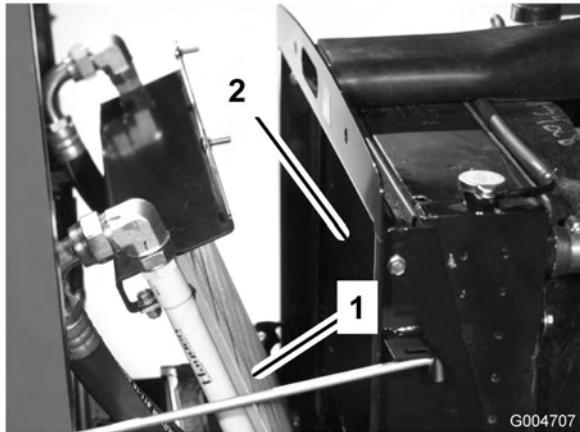

Figura 62
3. Gire el enfriador hacia atrás. Limpie a fondo ambos lados del enfriador de aceite y la zona del radiador (Figura 62) con aire comprimido. Empezando en la parte del ventilador, sople los residuos hacia la parte trasera. Luego, limpie desde atrás, soplando los residuos hacia adelante. Repita este procedimiento varias veces hasta eliminar todos los residuos.